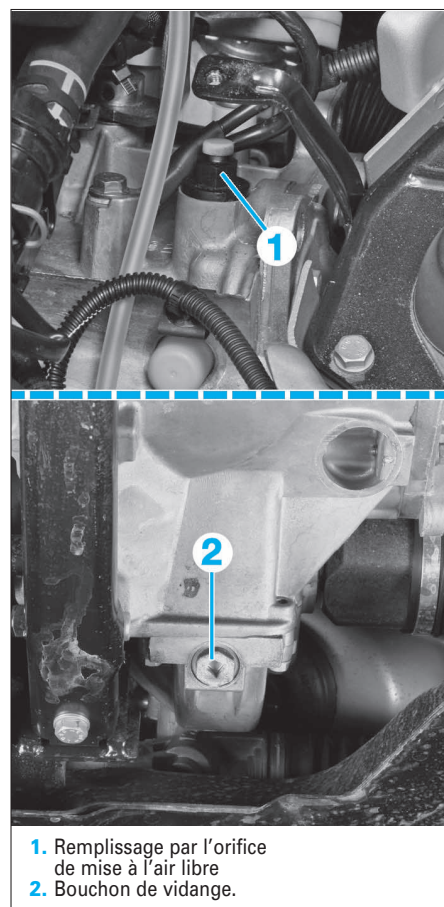

FIG. 10
- remplir la boîte de vitesses par l'orifice de mise à l'air libre avec 1,9 litre d'huile (Fig.10).